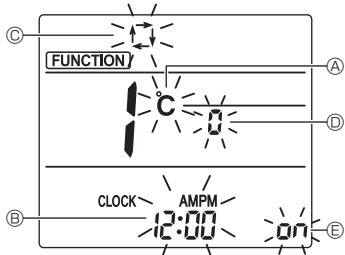

Fig. 5-11
L'écran Réglage de l'affichage s'affiche. (Fig. 5-11)
5.10.2. Changement de l'unité de température (Fig. 5-11 A)
- Appuyez sur la touche **TEMP** ⑤.
- À chaque pression sur la touche **TEMP** ⑤, le réglage change entre **°C** et **°F**.
5.10.3. Changement de l'affichage de l'heure (Fig. 5-11 B)
- Appuyez sur la touche **TIME** ⑥.
- À chaque pression sur la touche **TIME** ⑥, le réglage change entre **12:00** et **24:00**.
5.10.4. Changement du mode AUTO (Fig. 5-11 C)
- Appuyez sur la touche **AUTO** ⑦.
- À chaque pression sur la touche **AUTO** ⑦, le réglage change entre **1** et **2**.
5.10.5. Changement du n° de paire (Fig. 5-11 D)
- Appuyez sur la touche **PAIR** ④.
- À chaque pression sur la touche **PAIR** ④, le n° de paire 0-3 change.